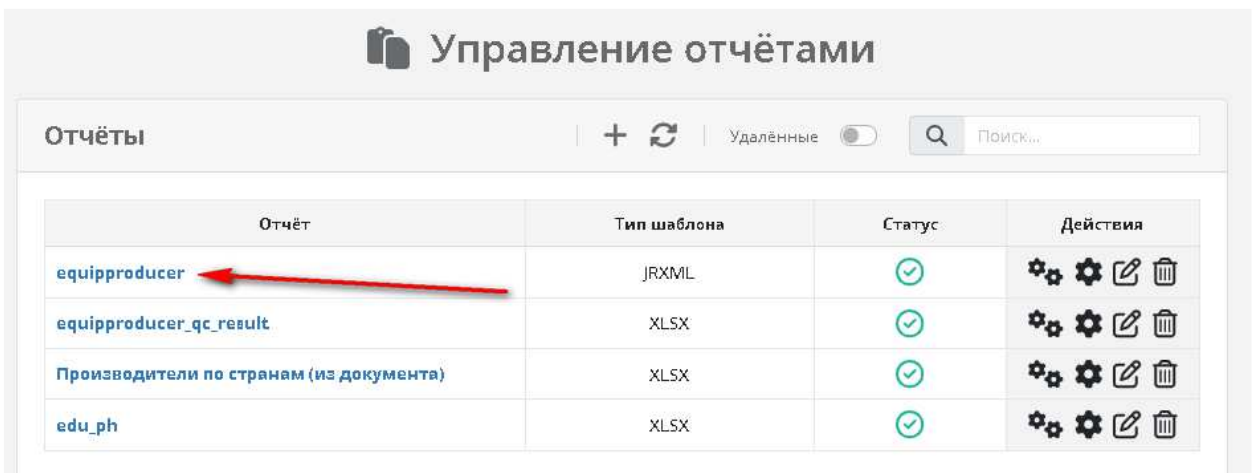
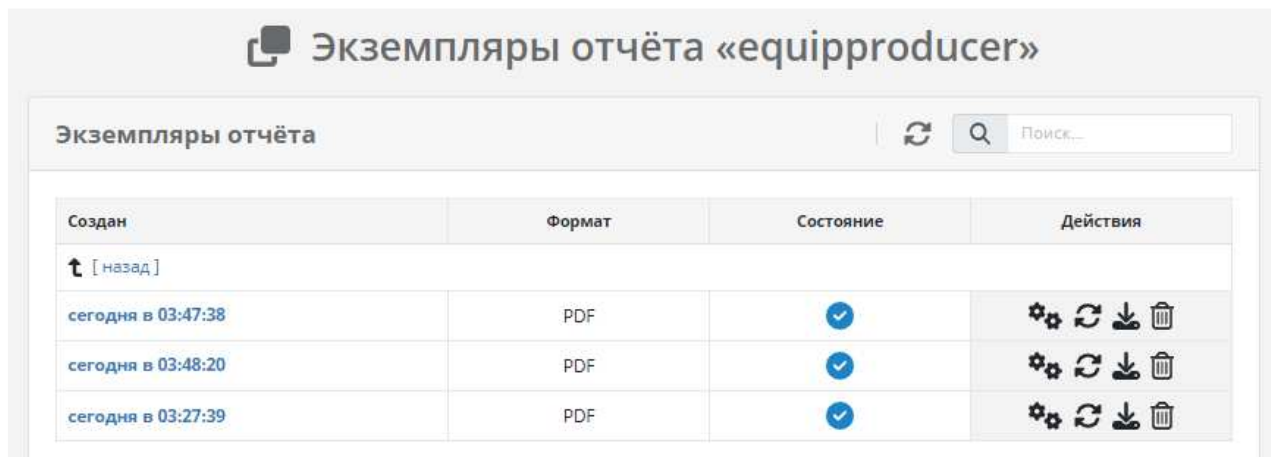

Рисунок 30. Созданный отчет в списке отчетов
Рисунок 31. Экземпляры отчета
- 2) После запуска генерации отчёта, необходимо кликнуть по ссылке наименования отчёта (Рисунок 30) и перейти на форму «Экземпляры отчёта» (Рисунок 31).